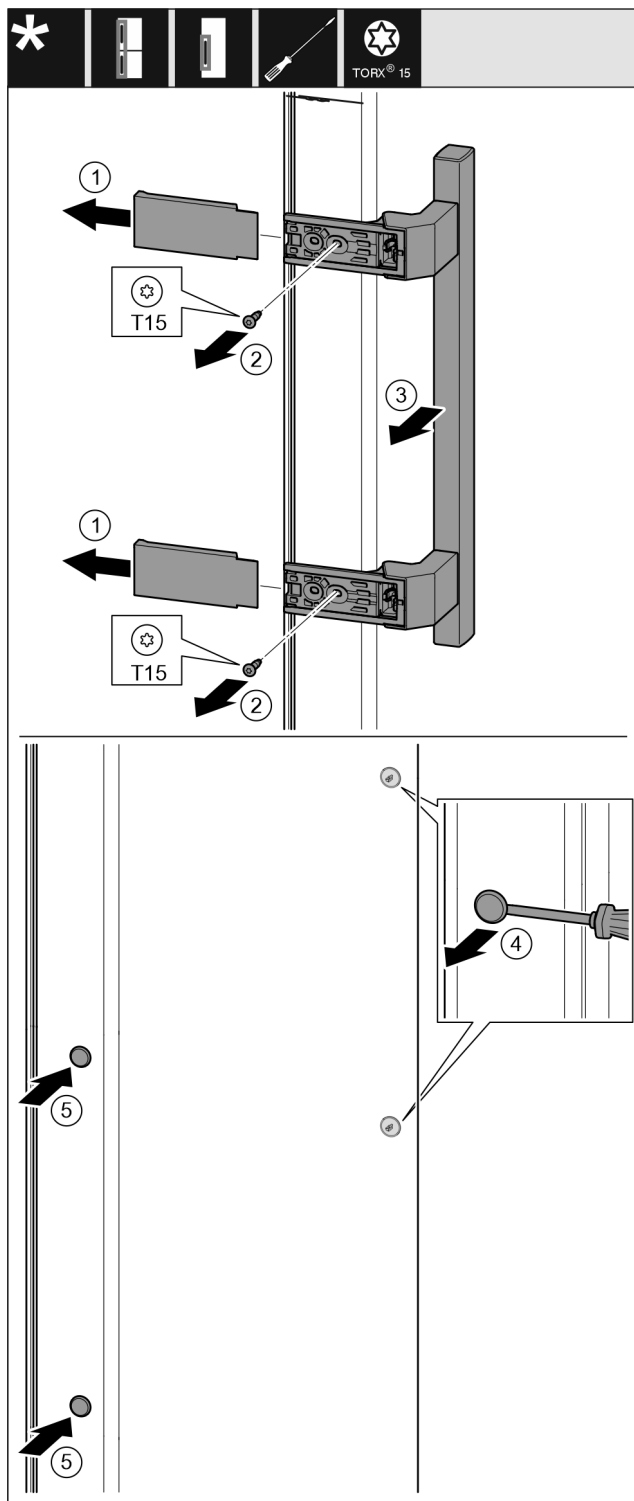

Fig. 18
- ▶ Desprindeți capacul. Fig. 18 (1)
- ▶ Desfaceți și demontați șuruburile cu șurubelnița Torx 15. Fig. 18 (2)
- ▶ Detașați mânerul. Fig. 18 (3)
- ▶ Ridicați și scoateți dopul lateral cu precauție cu o șurubelniță plată. Fig. 18 (4)
- ▶ Montați din nou dopul pe cealaltă parte. Fig. 18 (5)